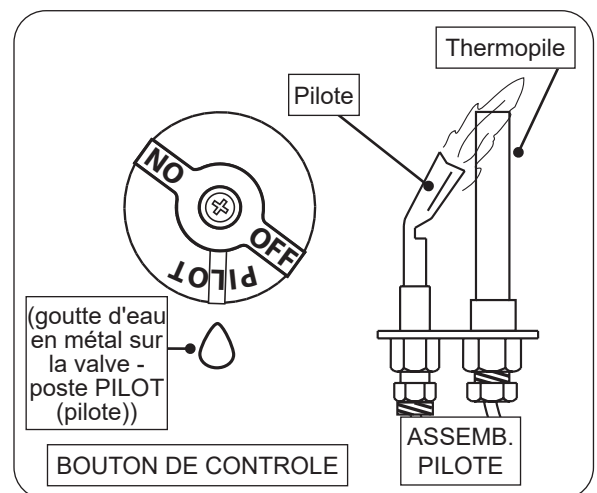

Fig. 47-1 Éclairage pilote
3. Localisez l'assemblage de la veilleuse sur le côté ou à l'arrière du bac du brûleur (voir Fig. 47-1).
4. Tournez le bouton de commande dans le sens antihoraire ↺ sur **PILOT (pilote)**. Appuyez **fermement et complètement** sur le bouton de commande et maintenez-le enfoncé. Tenez une allumette allumée à longue tige / un briquet au butane à long cou près du thermopile pour allumer la veilleuse. Continuez à maintenir le bouton enfoncé pendant environ une (1) minute après l'allumage de la veilleuse. Relâchez le bouton et il ressortira. La veilleuse restera allumée. Voir la Fig. 47-1. S'il s'éteint, répétez les étapes 2 à 4.